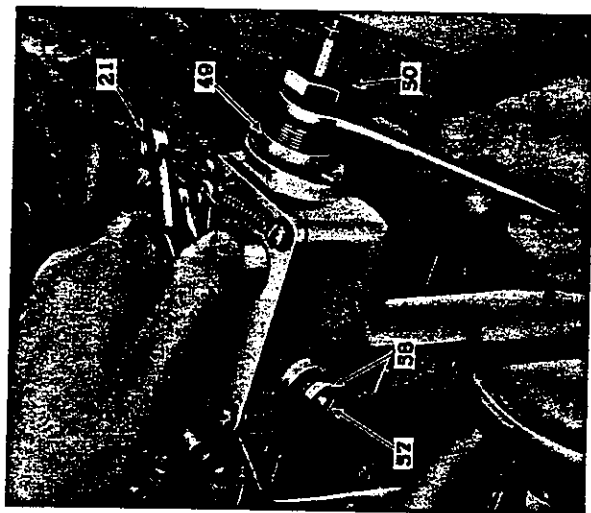

Fig. 11 - Afstelling van het maximum toerental, onbelast
- 1) Stelschroef voor constante nullastsnelheid nr 57 (fig. 11) ongeveer 5/8" loszetten.